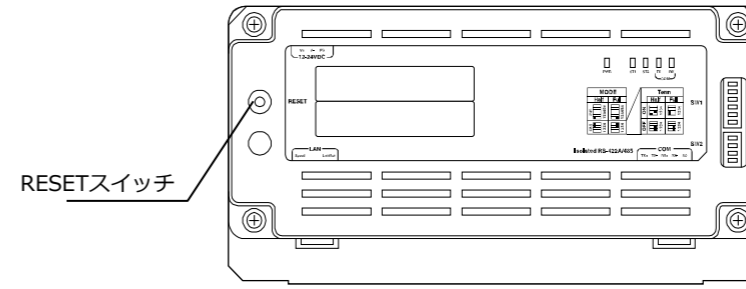

図11. RESETスイッチ位置
- SVセンサのRESETスイッチ (図11参照) を押し下し、SVセンサを再起動する。